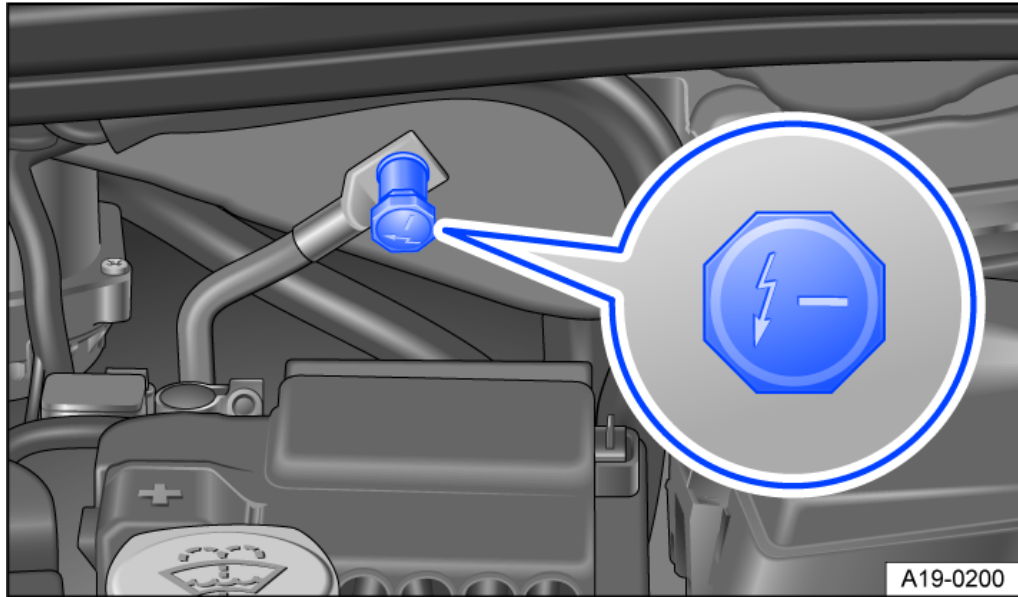

Abb. 1 Im Vorderwagen: Starthilfepunkt (Masseanschluss).
- Der Starthilfepunkt (Masseanschluss) dient zum Anschließen des *schwarzen* Starthilfekabels → *Abb. 1*.